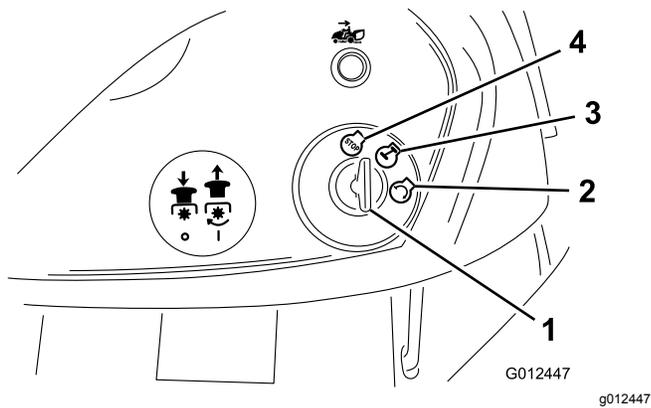

Figure 11
8. Tournez la clé de contact dans le sens des aiguilles d'une montre et maintenez-la en position de Démarrage (Figure 11).
- Tournez la clé de contact à la position Arrêt (Figure 11).